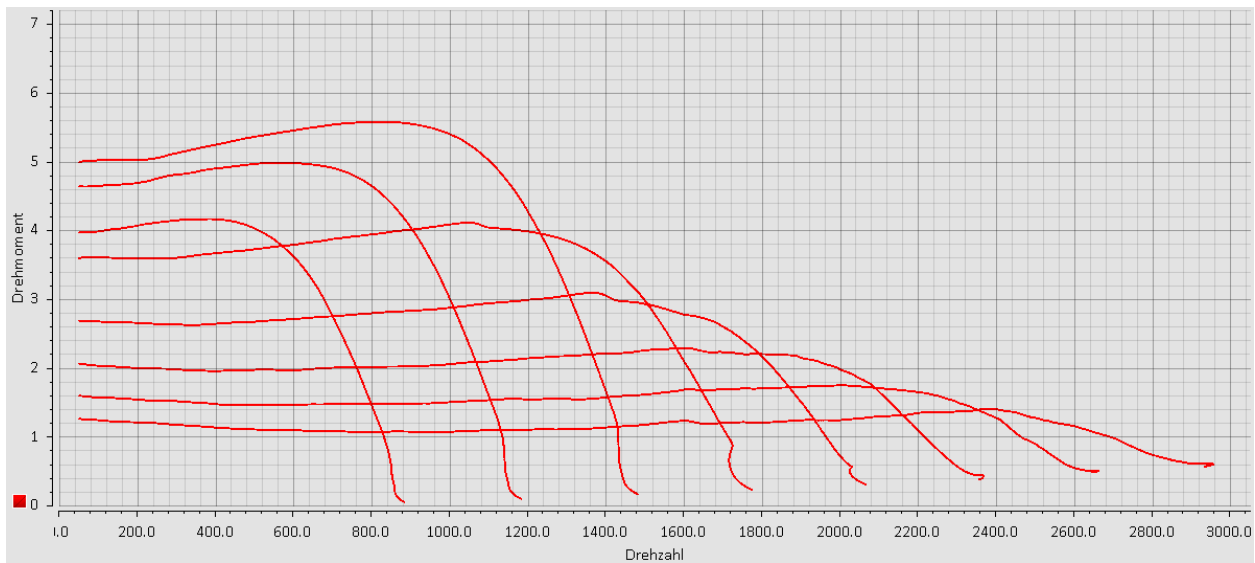

Abbildung 7.1: Drehzahl-Drehmomentkennlinienfeld
a) In diesem Aufgabenteil soll das Drehzahl-Drehmomentkennlinienfeld der Asynchronmaschine aus dem Versuchsaufbau im Labor Antriebstechnik gemessen werden. Diese wird in der Abbildung 7.1 dargestellt.